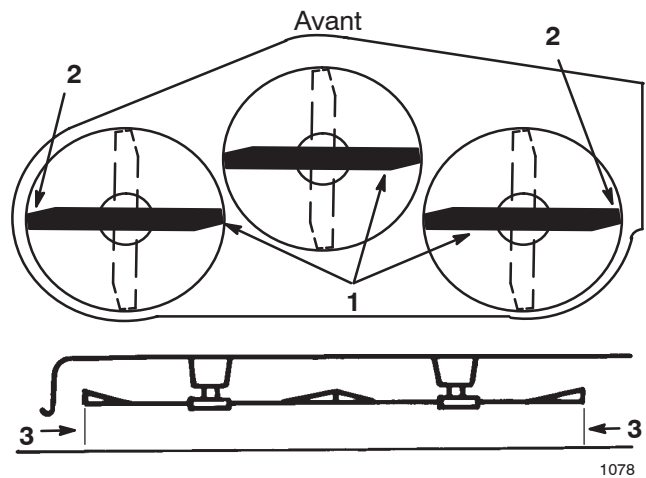

Figure 37
- Tournez prudemment les lames pour qu'elles soient parallèles dans le sens transversal (Fig. 37). Mesurez la distance entre les tranchants extérieurs et le sol plat (Fig. 37). Si les deux mesures diffèrent de plus de 4,75 mm (3/16 pouce), l'horizontalité transversale doit être réglée (voir les points 5 et 6).